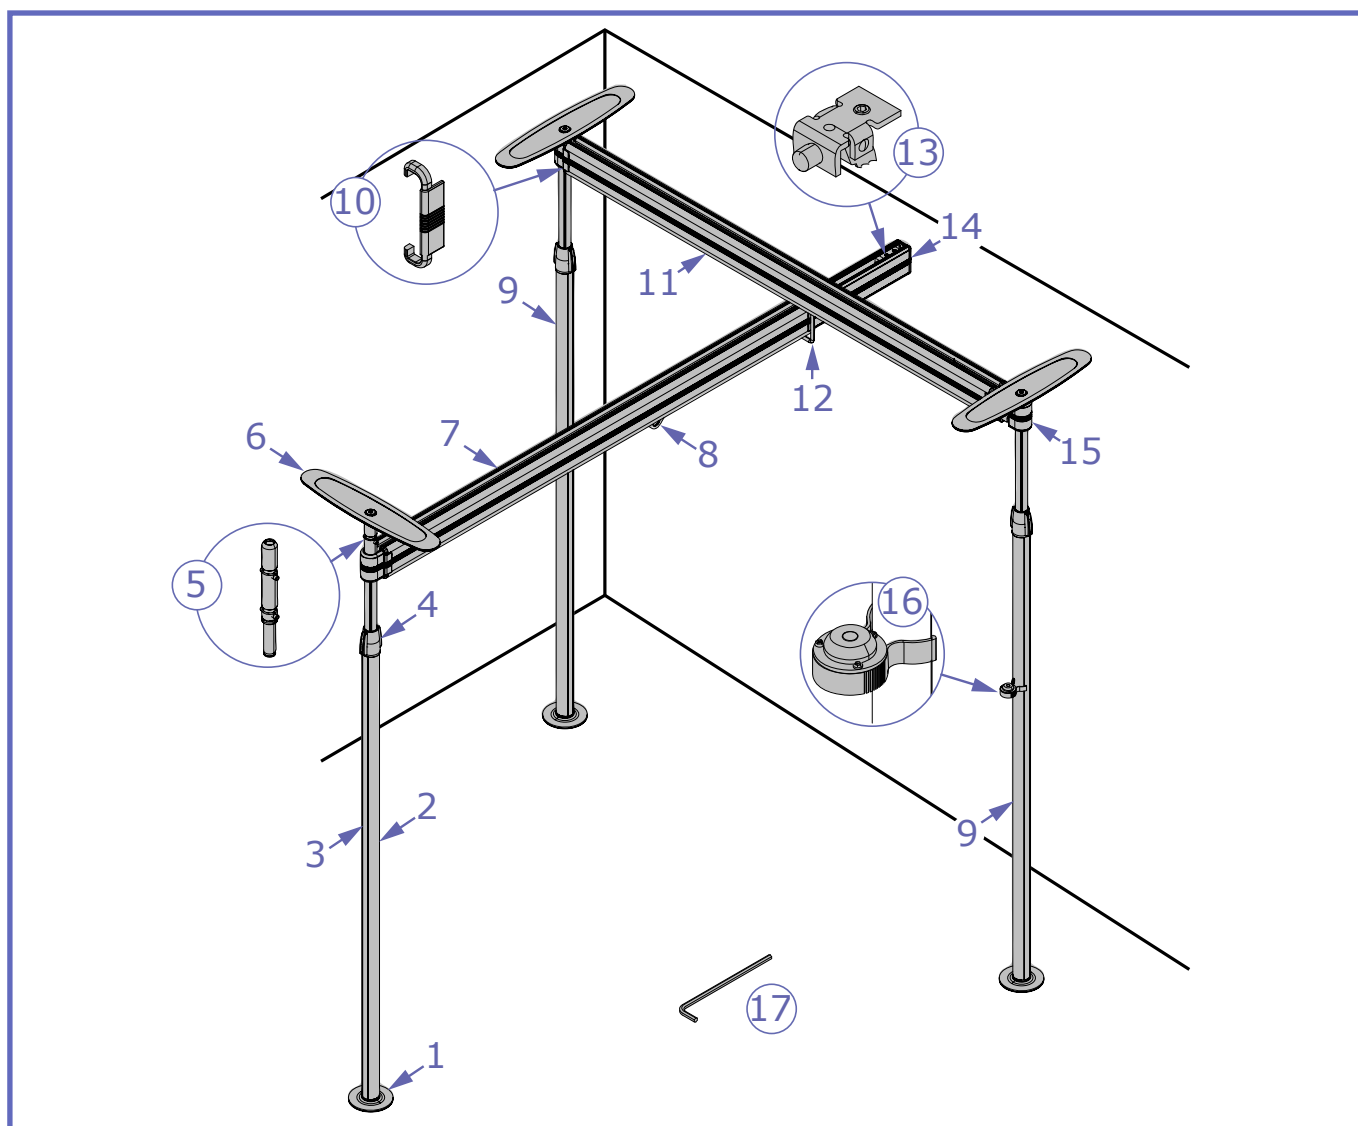
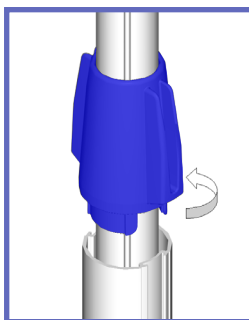

Fig. 2
Fig. 16
- 3) Placer une plate-forme ronde (voir la Fig. 2 - Article № 1) sur le sol à l'endroit où vous souhaitez placer le premier poteau du système *EASYTRACK*.
- 4) Prendre le poteau pivotant (voir la Fig. 2 - Article № 2) hors de la boîte ainsi que le poteau supérieur (voir la Fig. 2 - Article № 5). Insérer le poteau supérieur au bout du poteau jusqu'à ce qu'il clip en place.
- 5) Retirer l'un des poteaux standards hors de la boîte. Tourner le poteau vers le haut. Placer le niveau à clip (voir Fig. 2 - Article № 16) sur le poteau à environ la hauteur de la taille.
- 7) Placer une plaque supérieure (voir la Fig. 2 - Article № 6) au-dessus du poteau, appuyer fermement et uniformément vers le bas jusqu'à ce que vous entendiez un clic.
- 9) Soulever la poignée de verrouillage bleue depuis la partie inférieure du poteau, (voir la Fig. 2 - Article N° 4). En vous servant de la pièce bleue comme poignée, tourner le poteau tel qu'indiqué à la Fig. 16 :